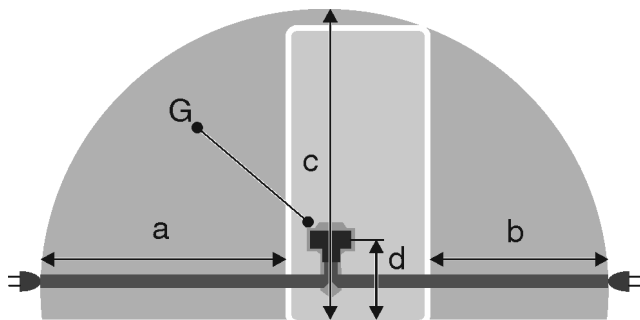

Fig. 27
- Zásuvka sa nachádza mimo oblasti zadnej strany zariadenia v uvedenej oblasti Fig. 27 (a, b, c).
- ▶ Zástrčku zariadenia Fig. 27 (G) zastrčte na zadnej strane zariadenia. Dbajte na správne zaklapnutie.